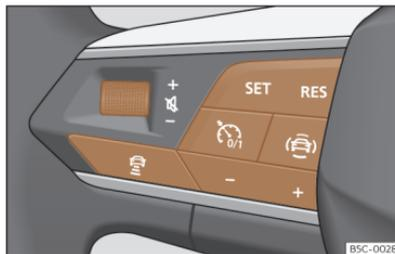

Abb. 131 Am Multifunktionslenkrad: Tasten zur ACC-Bedienung.
- Taste am Multifunktionslenkrad drücken >>> (**Abb. 131**).
- Taste **SET** drücken, um die Regelung zu starten >>> (**Abb. 131**).
Um die Geschwindigkeit zu programmieren, drücken Sie die Tasten + oder – >>> (Abb. 131) bis zur gewünschten Geschwindigkeit. Die Einstellung der Geschwindigkeit erfolgt in Schritten von 10 km/h (5 mph).
- Taste  und dann Taste + oder – >>> (Abb. 131) drücken.
- Taste  >>> (Abb. 131) kurz drücken oder Bremspedal treten.